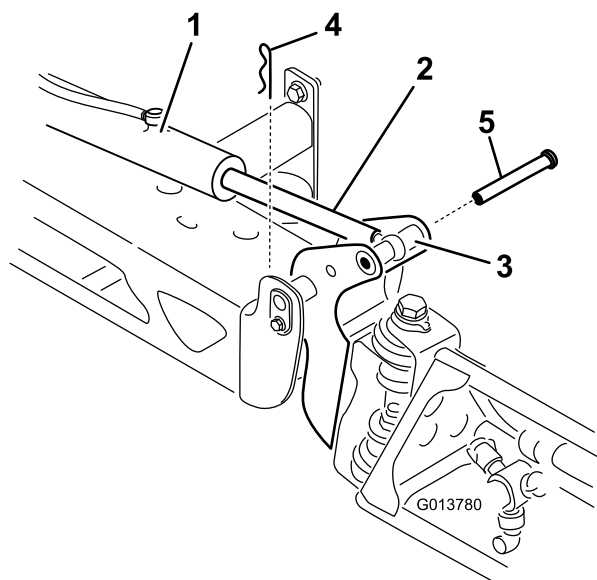

Figura 107
2. Retire la chaveta del pasador (Figura 107).
3. Eleve la sección, retire el pasador, y baje la sección lentamente al suelo (Figura 107).
7. Sujetando la sección de fumigación, introduzca el pasador a través del pivote del brazo y del émbolo del actuador (Figura 107).